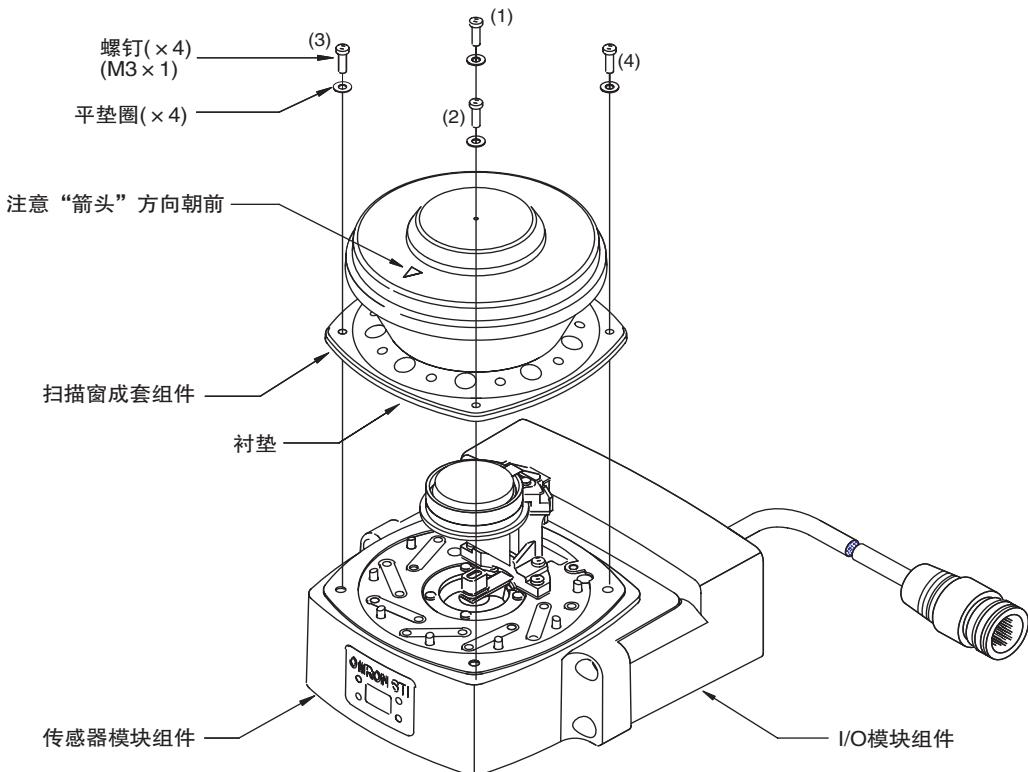

图7-6 更换扫描窗
- 7.** 均匀用力按下扫描窗的顶部，同时将 4 个螺钉连同平垫圈依次拧入 ( 图 7-6)。建议将螺钉紧固至 0.56N · m(5.0in · lb)。